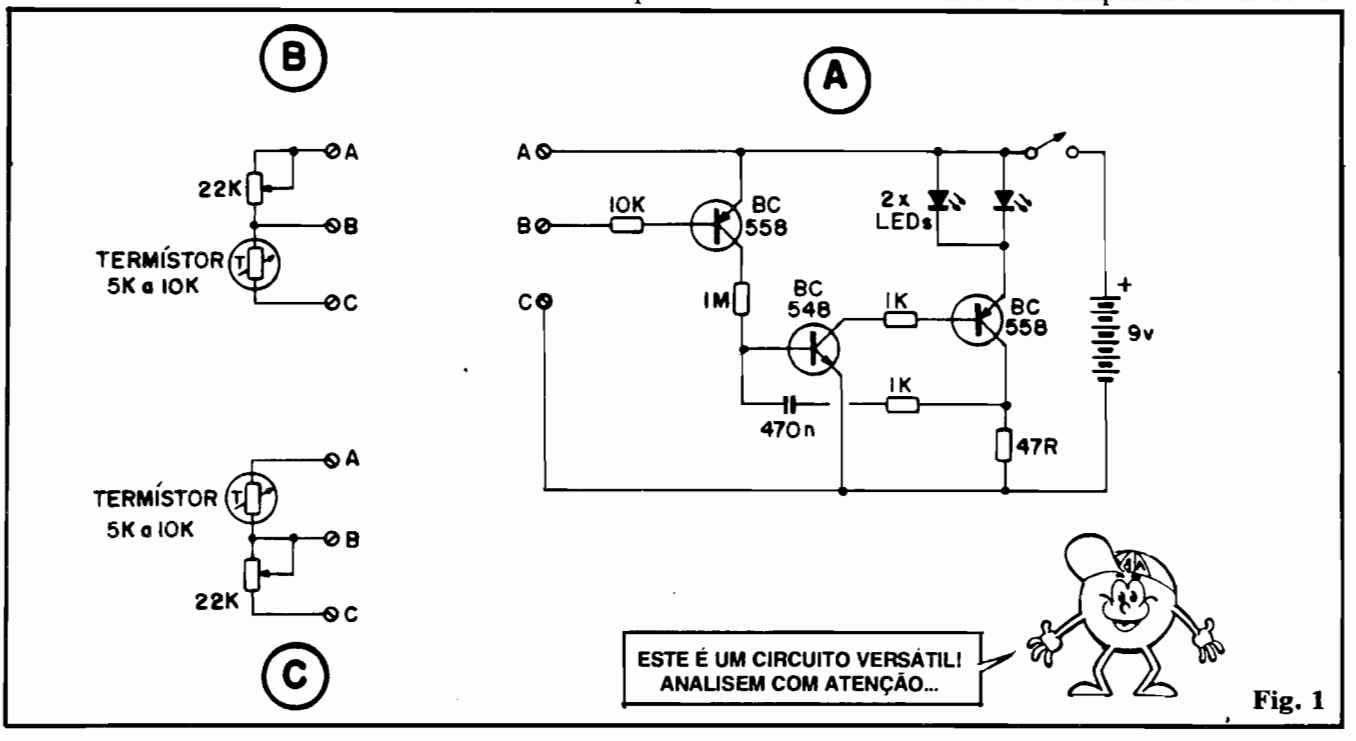

Fig. 1
- FIG. 1 - Os esquemas do circuito da MP-21. Nessas "alturas do campeonato", todo e qualquer "Aluno" do ABC já deve estar mais do que "craque" em "ler esquemas"... É tudo uma questão de reconhecer os símbolos dos componentes e entender como são feitas suas interligações... Notem que o diagrama está dividido (devido à versatilidade da aplicação) em três módulos: o bloco principal (em 1-A) mostra o circuito "mãe" do TERMO-MONITOR, já incluindo sua alimentação (em 9V, bateria ou pilhas). Já nos sub-blocos 1-B e 1-C temos os dois arranjos possíveis (potenciômetro de ajuste/TERMÍSTOR), respectivamente para sensoramento tipo "QUENTE LIGA" e "FRIO LIGA", ou seja: alarme de "subida" ou de "descida" da temperatura monitorada!